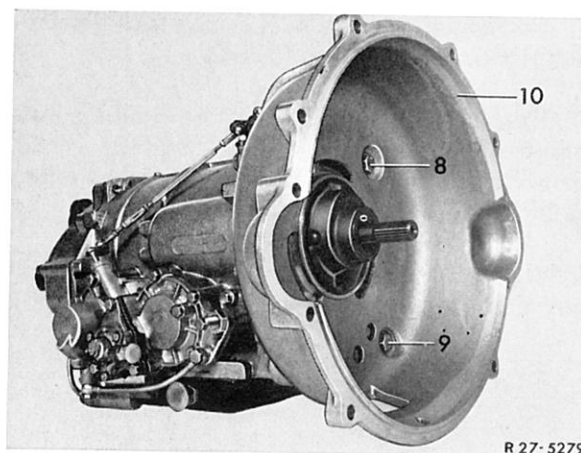

Bild 27-11/1
- 1 Kupplungsgehäuse (10) abschrauben (Bild 27-11/1)
- 2 Kugelpfannen (4) des Gestänges (112) von